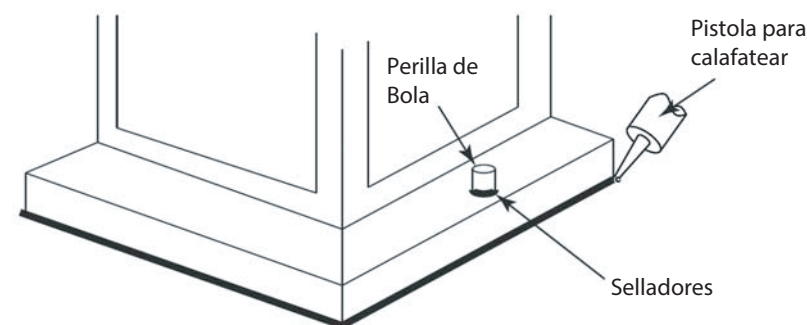

Figura 2
1. Conecte el cable de alimentación positiva (A) (normalmente negro el lado no marcado suave del cable de dos conductores) de plomo accesorio positivo (B) con un giro de tamaño apropiadamente conector - **Véase la Figura 2 y 3**.
2. Conecte el cable de alimentación negativa (C) (por lo general de color blanco o el lado marcado estriado del cable de dos conductores) de plomo accesorio negativo (D).
Loop alambre de tierra (E) (generalmente de cobre o verde recubierto de plástico) debajo de la cabeza del tornillo de tierra (S) en la brida de montaje accesorio (M) y conectar con el extremo suelto del cable de tierra luminaria directamente al cable de tierra del sistema de construcción con un tamaño adecuado twist-conectores - **Véase la Figura 2**.
Después asegurar fijo en su lugar, se recomienda que la distancia entre la parte superior y la base de montaje del accesorio se sellará con cualquier buen masilla impermeable de calidad o sellador de silicona (no incluido). También se recomienda que una pequeña capa de madilla o sellador de ser sometidos a los mandos de bolas utilizadas para montar accesorio - Véase la Figura 2.